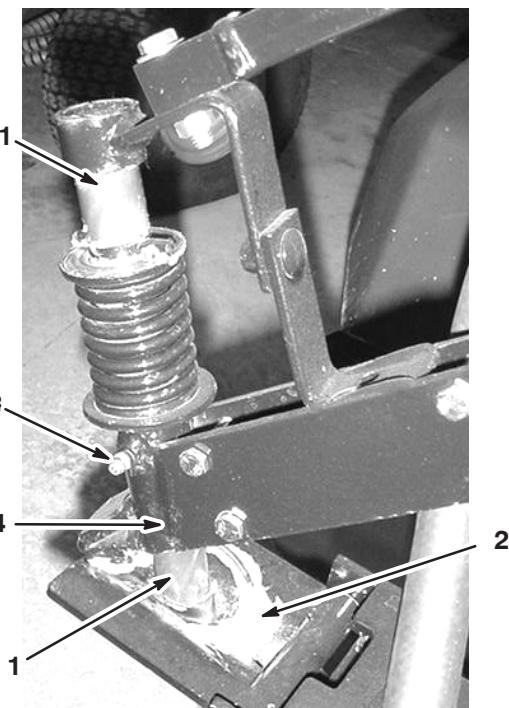

Figure 38
1. Placez de la graisse à la main sur l'arbre de support et dans le siège de la rotule de la plaque d'articulation, comme indiqué à la Figure 38.
2. Pompez de la graisse dans le graisseur situé sous le ressort jusqu'à ce qu'elle ressorte au bas de l'ensemble pivot (Fig. 38).